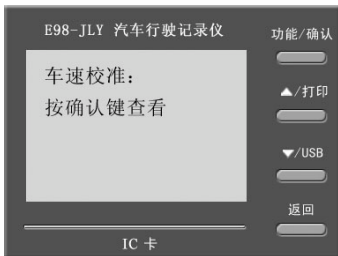
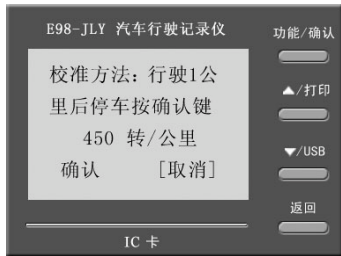

图 19
图 20
1) 在车速传递系数未知的情况下,通过插入“管理员卡”,在车辆行驶过程中,先按“功能”键,再按“▲”或“▼”选择到“车速校准”项(如图 19),按“确认”,待车辆行驶里程为 1 公里后停车,再按“确认”后得到车辆特征系数(如图 20)。此时按“返回”到初始界面,记录仪显示速度应是与车辆速度一致的。